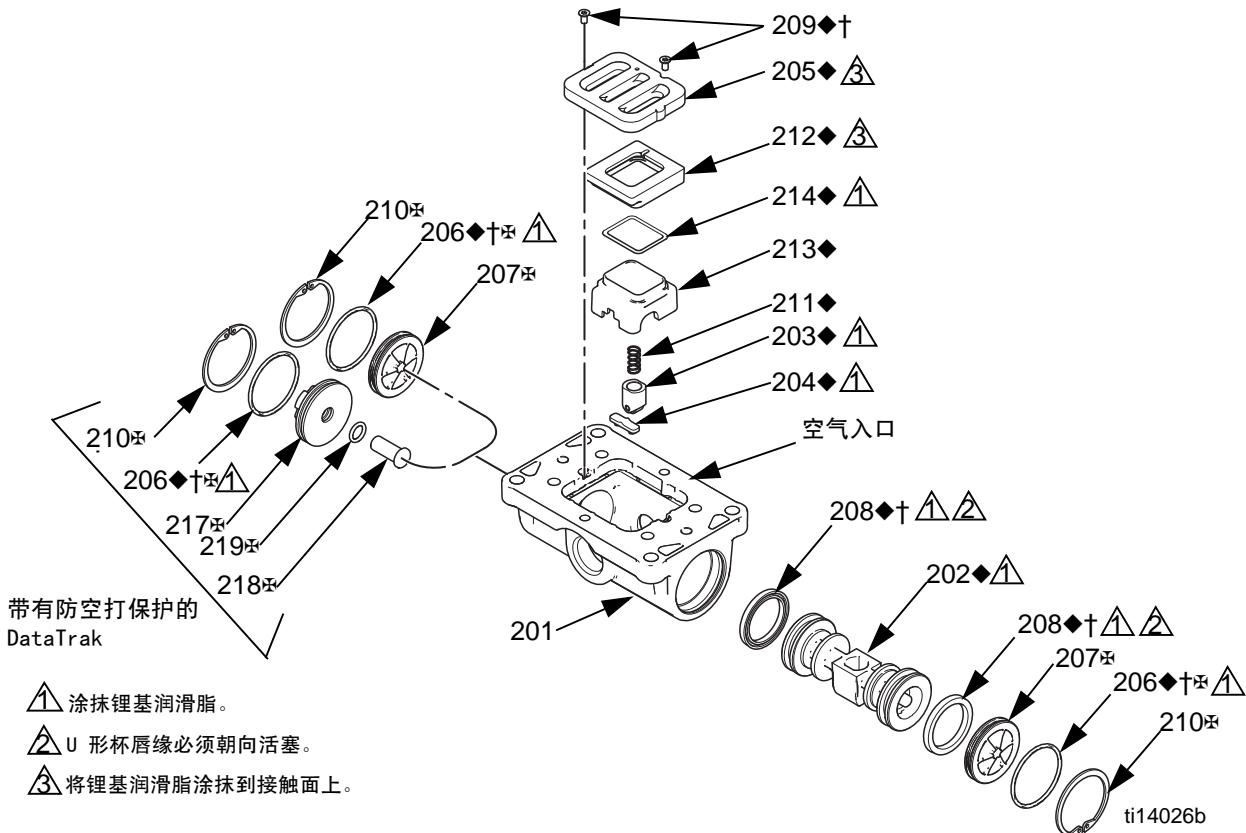

图 4. 空气阀组件
2. 参见图 4。使用六角螺丝扳手（T8 用于铝质中心，T9 用于塑料中心），卸下两个螺丝（209）。卸下阀板（205）、阀杯组件（212-214）、弹簧（211）和制动组件（203）。
4. 参见图 4。从空气阀两端卸下扣环（210）。用活塞（202）将端盖（207、217）从两端推出。卸下端盖 O 形圈（206）。如果泵组件配有防空打保护电磁阀，则也卸下电磁阀释放按钮（218）和 O 型圈（219）。